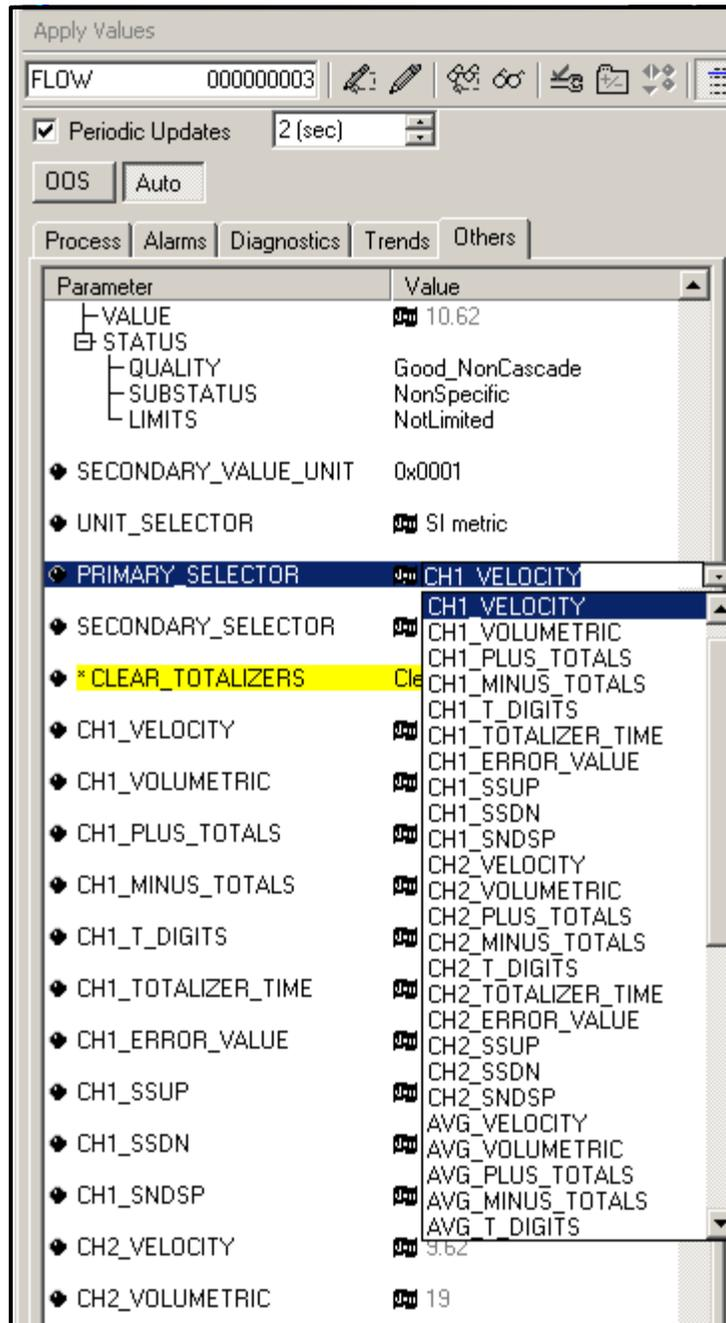

Figura 60: Lista desplegable del selector primario
2. Seleccione la pestaña **Otros** y abra la lista desplegable de PRIMARY_SELECTOR (Selector primario) y SECONDARY_SELECTOR (Selector secundario) (consulte la Figura 60 en la página 135).
3. Elija la unidad de la lista (véase Figura 60 en la página 135).